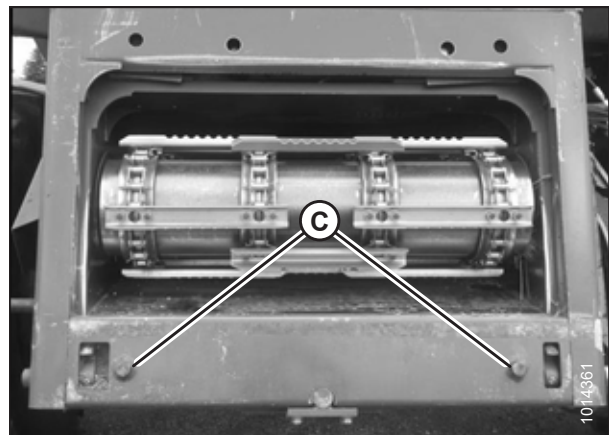

Figure 5.3: Goupilles d'alignement AGCO Group
- Démarrez le moteur et rapprochez lentement la plateforme jusqu'à ce que le convoyeur soit directement sous la traverse supérieure (A) du module de flottement et que les goupilles d'alignement (C) (voir la figure 5.3, page 152) du convoyeur soient alignées avec les trous (B) du châssis du module de flottement.